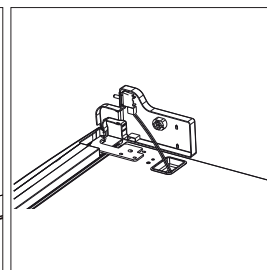

Fig. 16
- ▶ Isæt derefter kabelstikket i bøsningen på hængselsafdækningen (27) fra tilbehørspakken (fig. 16).